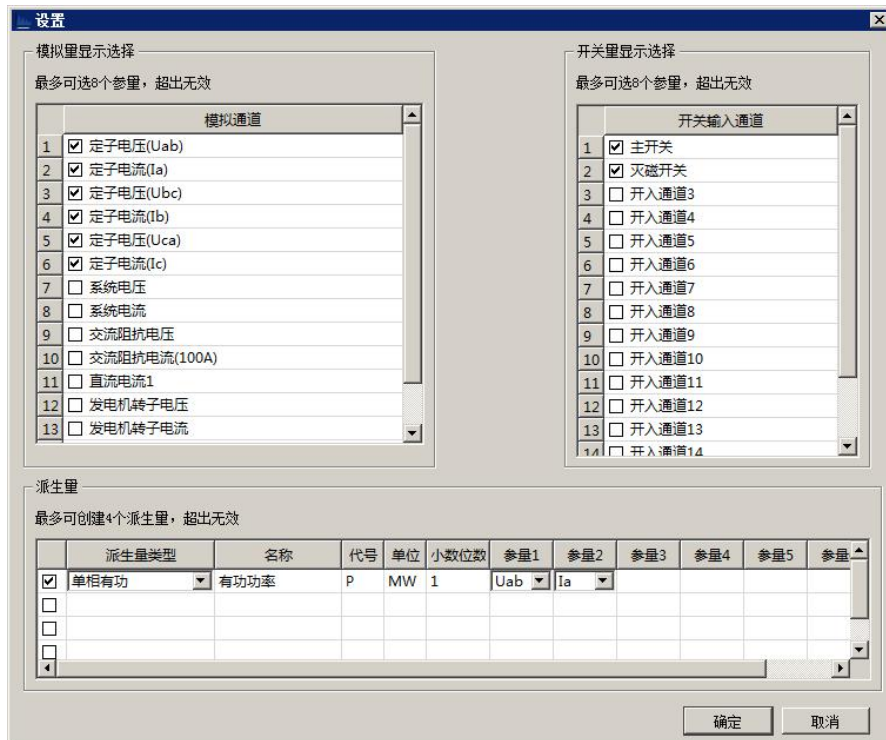

图 7.2.1
- 点击“设置”按钮，显示“实时波形参量设置”页面，如图 7.2.1 所示：